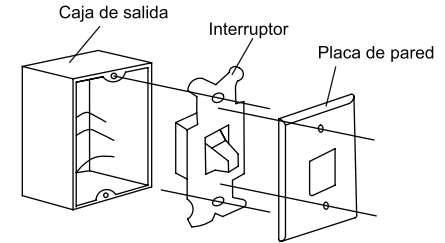

Fig. 29
**Paso 1.** Retire la placa de pared existente y el interruptor antiguo de la caja de salida de la pared. Desconecte los cables. (Fig. 29)